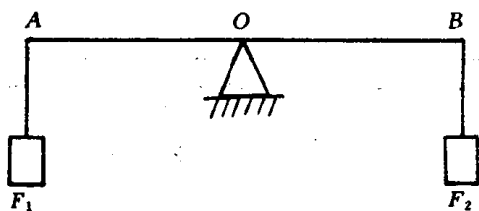

图 1-2 第一类杠杆示意图
(1) 支点 O 位于重点 B 和力点 A 之间的杠杆称为第一类杠杆，如图 1-2 所示。作用在这种杠杆上的两个外力的方向是相反的，天平就是根据这种杠杆原理制造的。